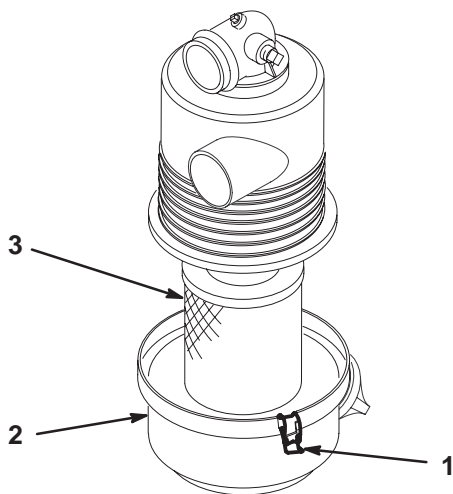

Figure 21
3. Desserrez les fixations qui maintiennent le couvercle sur le corps du filtre à air. Ôtez le couvercle du corps et nettoyez l'intérieur du couvercle (Fig. 21).
4. Sortez l'élément filtrant du corps du filtre avec précaution pour ne pas déloger trop de poussière (Fig. 21). Évitez de cogner l'élément contre les parois du filtre.